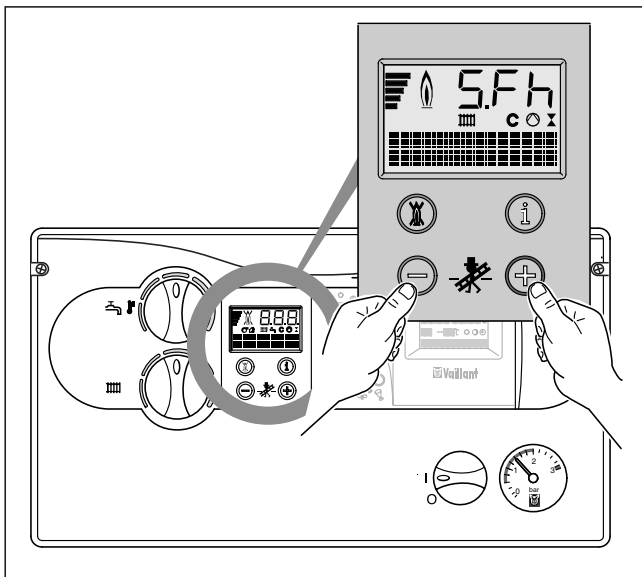

Abb. 7.5 Schornsteinfeger-Messungen
- Aktivieren Sie den Schornsteinfeger-Betrieb, indem Sie gleichzeitig die Tasten „+“ und „-“ des DIA-Systems drücken (Abb. 7.5).